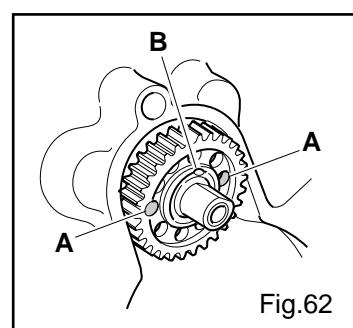

Fig.62
4. Montare l'ingranaggio sull'albero a camme, in modo da avere i due fori filettati disposti orizzontalmente e la spina verticalmente in alto (Fig. 62).
4. Fit the gear on the camshaft orienting the two threaded holes horizontally and the plug vertically (Fig. 62).
4. Das Getriebe so auf die Nockenwelle montieren, dass die beiden Gewindebohrungen horizontal und der Dorn vertikal nach oben angeordnet sind (Abb. 62).
4. Monter l'engrenage sur l'arbre à cames, de manière à ce que les deux trous filetés soient disposés horizontalement et que la goupille soit positionnée verticalement, en haut (Fig. 62).